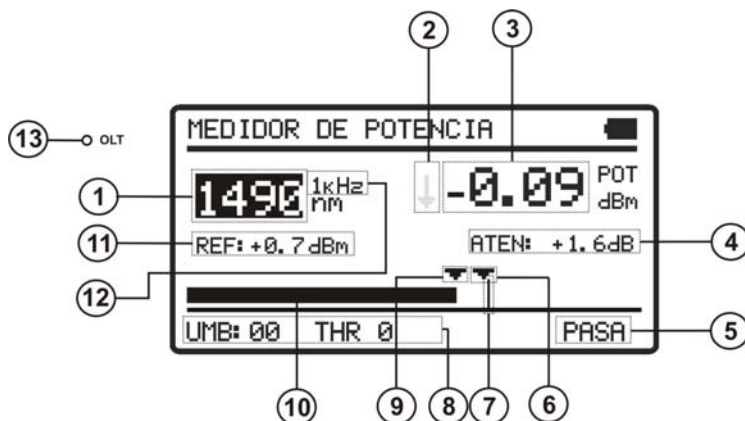

Figura 9.- Pantalla MEDIDOR DE POTENCIA.
- 3.- Pulse **SEL**  [4] para entrar en la pantalla (ver figura 9).